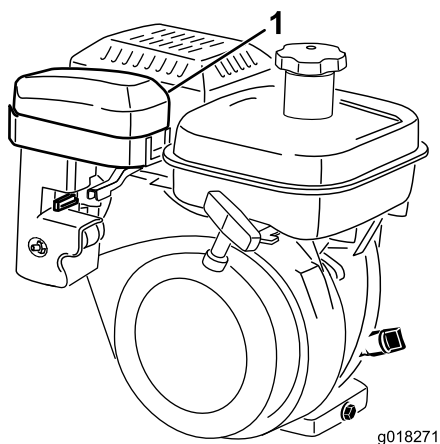
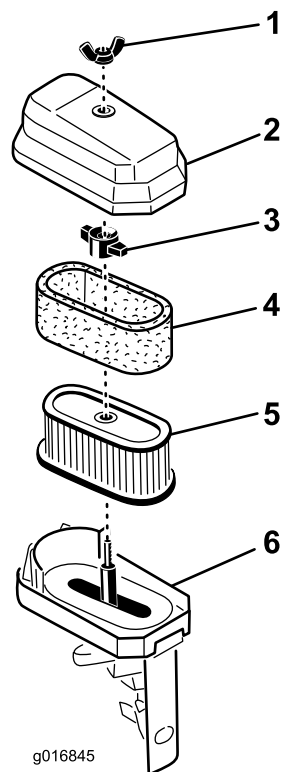

Figura 32
Figura 33
2. Retire a porca que fixa a parte superior do filtro de ar ao filtro de ar e retire a cobertura. Limpe bem a cobertura (Figura 32 e Figura 33).
3. Se o elemento de esponja se encontrar sujo, deverá retirá-lo do elemento de papel (Figura 33). Limpe bem a esponja.